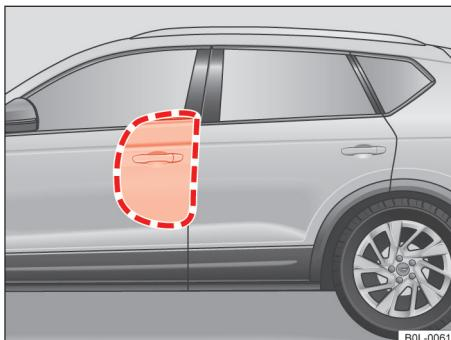
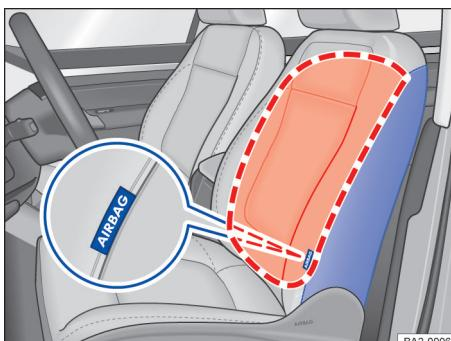

图 34 车辆左侧: 侧面安全气囊的膨胀范围
图 35 左前座椅侧面: 侧面安全气囊安装位置及膨胀范围
取决于车型装备, 前排座椅可装备侧面安全气囊 → 图 34:
- 前排座椅侧面安全气囊安装在驾驶员座椅和前排乘员座椅外侧靠背软垫中 → 图 35。
→ 图 34 和 → 图 35 中红色线条环绕的区域为侧面安全气囊触发膨胀时的作用范围（膨胀区）。因此，在该区域内不得存放或固定任何物品 → ▲。